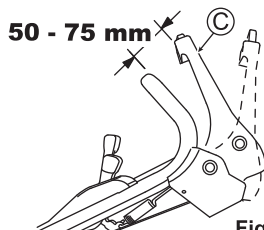

Fig. 31
Ajuste de maneira que a lâmina comece a girar quando a distância entre o manipulo da lâmina (C) e o guiador for de 50 - 75 mm com o botão amarelo pressionado, como mostrado na fig. 31.